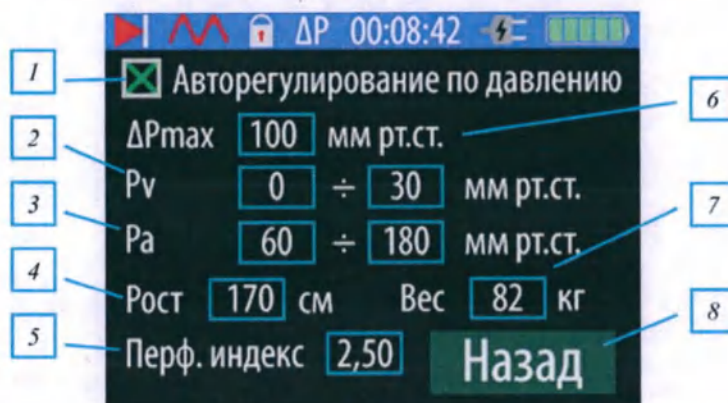

Рисунок 10 – Экран настройки параметров управления:
1. На передней панели прибора нажать кнопку  и перейти на экран настройки параметров аппарата (рисунок 10|9).